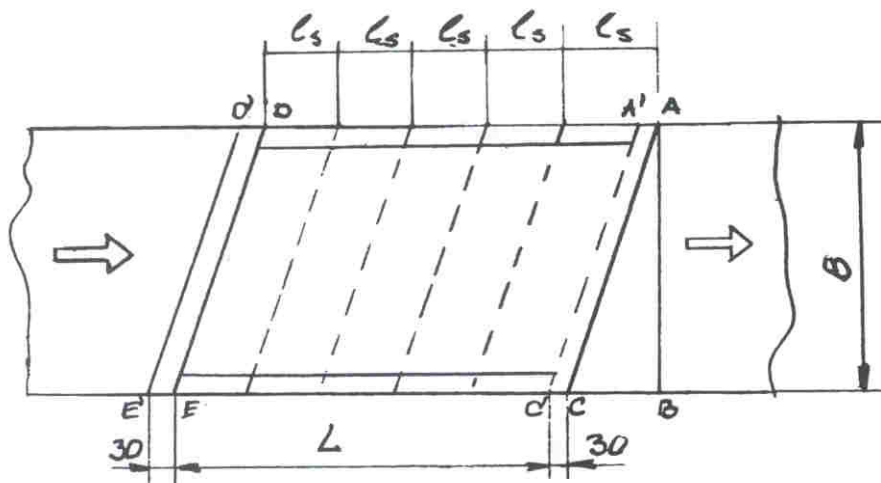

Рис. 5
7.1. Маркировка нижней части ленты (рис. 5)